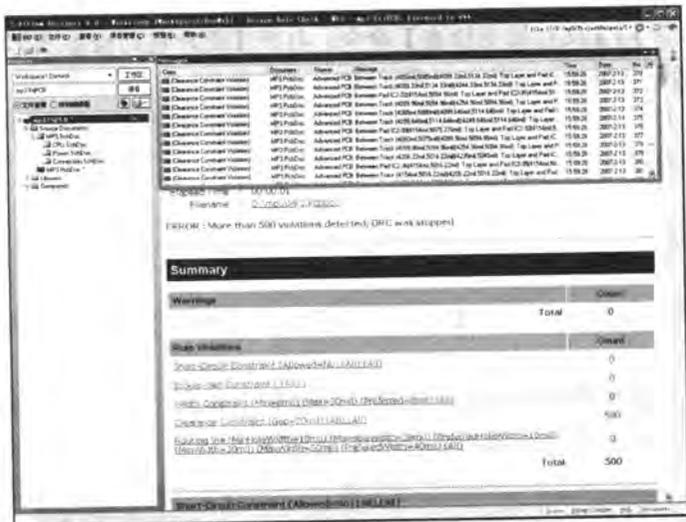

图 11-73 DRC 校验结果显示
- [5] 运行结束后，系统自动生成了网页形式的设计规则校验报告“Design Rule Check-MP3.html”，同时【Messages】面板打开，详细列出了各项违规的具体内容，如图 11-73 所示。可以看到，所显示的违规均为安全间距违规。